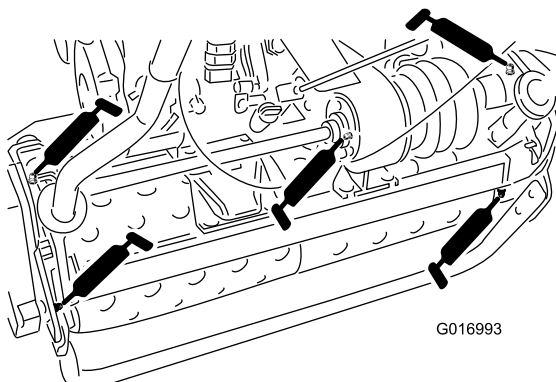

Bild 22
- 2 an den Trommelachsen (Bild 22)
- 3 am Differenzial (Bild 22)